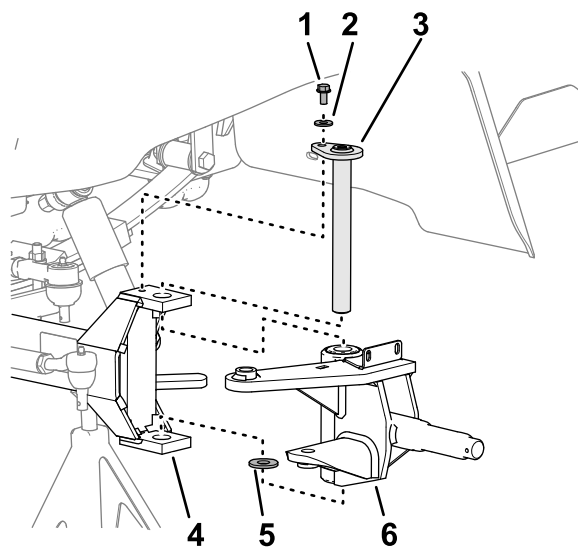

Figure 10
- Alignez les trous de la bague de butée et la fusée sur le trou de la chape de l'essieu (Figure 10).
- Fixez la fusée à la chape avec le nouveau pivot de fusée (Figure 10).